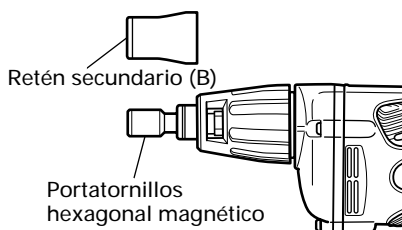

Fig. 7
1. Desmontaje del portatornillo hexagonal (Fig.7)